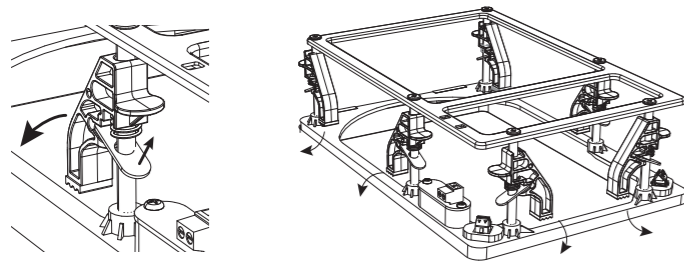
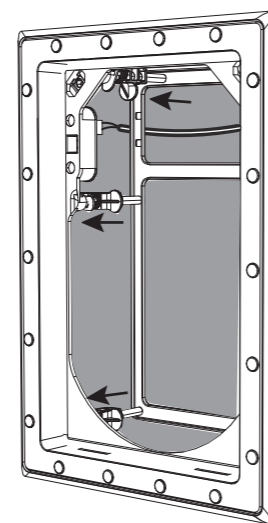

Fig. 9. Adjusting the Mounting Clamps from the Stowed Position
Fig. 11. Frame securely clamped to the Wall
2. Reik in het frame en draai de montageklemmen naar de "Klem"-positie, waar ze een klemkracht kunnen uitoefenen op de achterkant van de opening (Fig. 9 en 10). Druk het frame naar binnen en draai elke klem vast, zodat het frame op zijn plaats wordt vastgezet (Fig. 11).